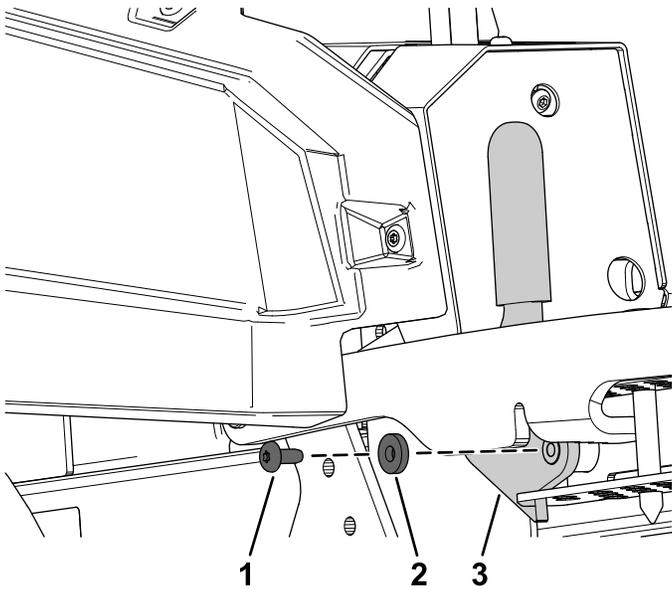

Figura 20
3. Retire el perno, la arandela y el bloqueo de transporte (Figura 20).